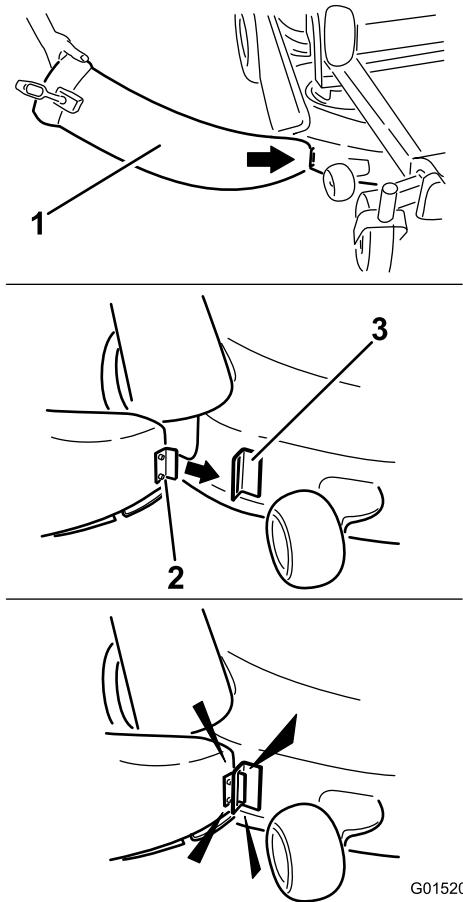

Bild 19
- Winkeln Sie die Metallzunge vorne am Auswurfkanal in den Schlitz in der Halterung ab, die am Mähwerk vor dem Versatz angeschweißt ist (Bild 19).